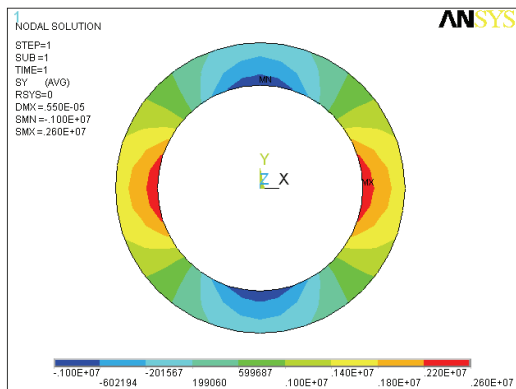

图 3-38 Y 方向应力等值线图
3) 选择 Main Menu | General Postproc | Plot Results | Contour Plot | Nodal Solu 命令, 出现 Contour Nodal Solution Data 对话框, 在 Item to be contoured 列表框中选择 Nodal Solution | Stress | Y-Component of stress, 单击 OK 按钮, ANSYS 显示窗口将显示 Y 方向应力等值线图, 如图 3-38 所示。